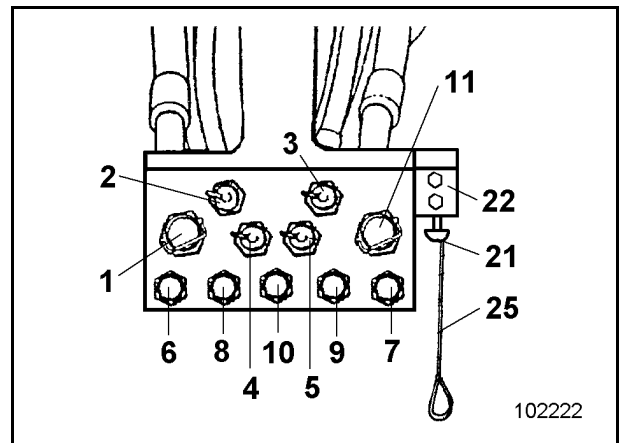

Fig. 3-20:
- Schnellverschluß (8, Fig. 3-20:) für den linken Motor
- Schnellverschluß (9) für den rechten Motor